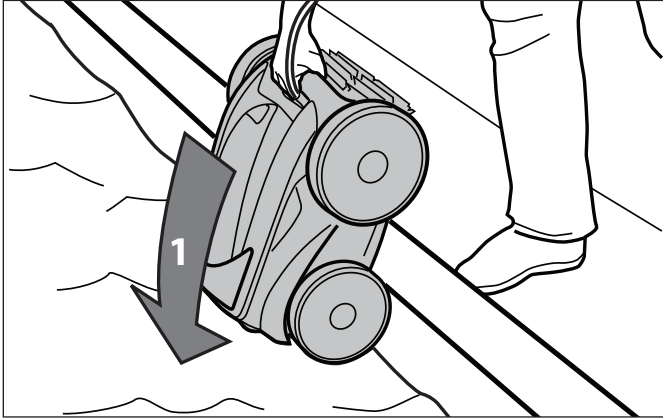

Figura 13. Submergiendo el limpiafondos verticalmente
1. Sumerja el limpiafondos en la piscina y elimine el aire atrapado en el interior, colocando la unidad verticalmente. Vea la Figura 13.